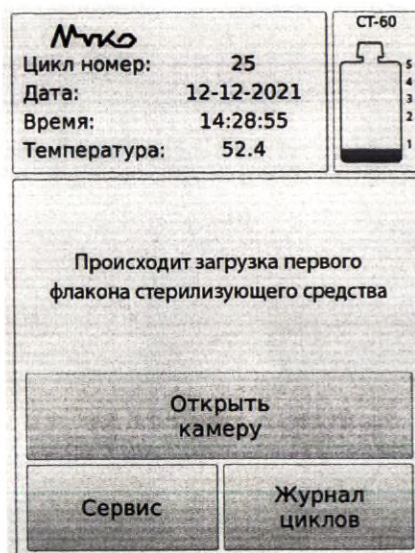

Рис.30
15.3.8 После закрытия дверцы на экране появится сообщение *«Происходит загрузка первого флакона стерилизующего средства»* (Рис.30). Происходит автоматическая перекачка стерилизующего средства из флакона в буферную емкость. Время перекачки – около 4-х минут.